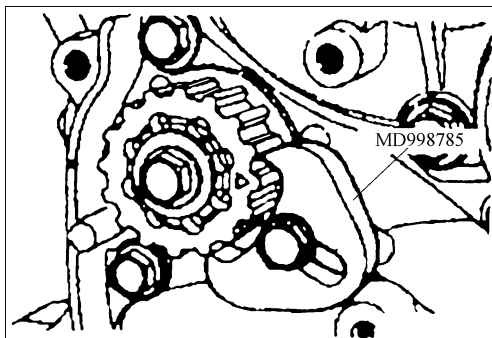

图 2-18 固定平衡轴带轮
(6) 平衡轴带轮的拆卸 使用如图 2-18 所示工具, 固定平衡轴带轮。拆卸平衡轴带轮。